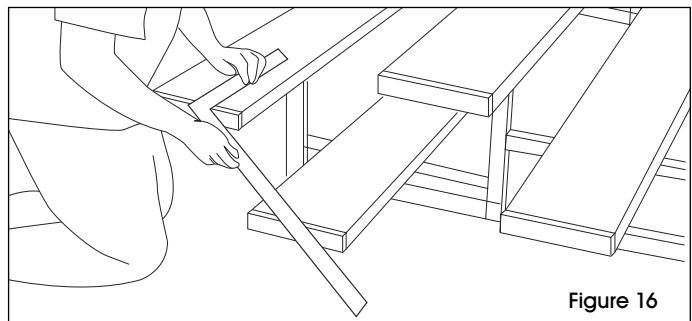

Figure 16
11. La planche repose-pieds doit dépasser de 9 po aux deux extrémités, en mesurant à partir du milieu du cadre. Assurez-vous que l'extrémité du banc est d'équerre avec les planches repose-pieds (les côtés doivent être alignés). Répétez l'opération pour les planches de banc restantes. (Voir Figure 16)